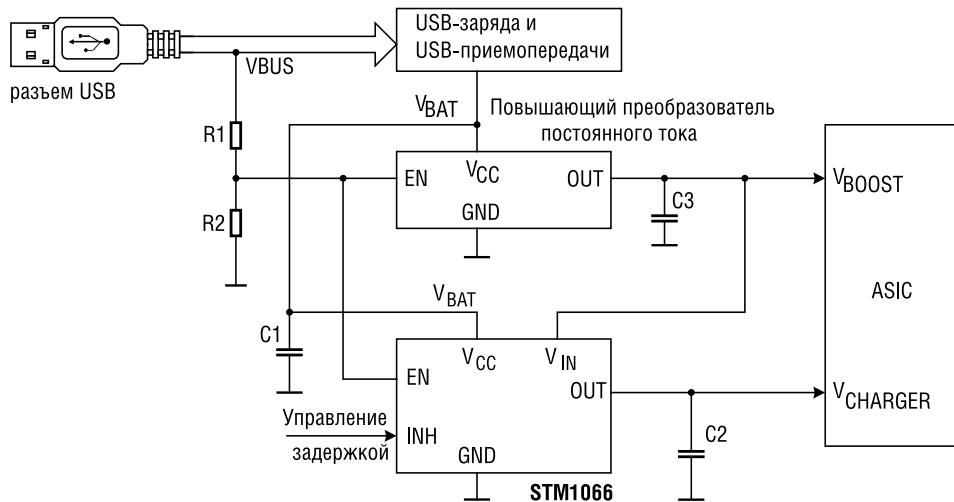

Рис. 3. Пример схемы применения супервизора для устройств с батарейным питанием
**Супервизоры для микропроцессоров и микроконтроллеров** (табл. 3, рис. 3) обладают расширенной функциональностью: встроенный сторожевой таймер, дополнительный внутренний компаратор (вход PFI, выход PFO), предназначенный для раннего предсказания падения напряжения питания (например, сохранение некоторых важных параметров в энергонезависимую память), вход принудительного сброса извне (например, кнопка).